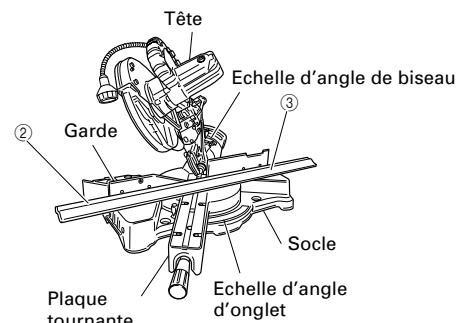
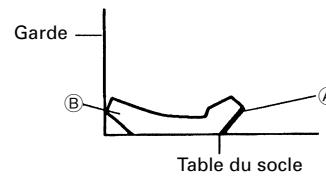

Fig. 37
Fig. 39
### (2) Réglage de coupe en corniche complexe aux positions ② et ③ de la Fig. 34 (voir Fig. 37 ; incliner la tête vers la gauche) :
- ① Tourner la plaque tournante vers la droite et régler l'angle d'onglet comme suit :
- ② Incliner la tête vers la gauche et régler l'angle de biseau comme suit :
- ③ Disposer la corniche complexe de façon que la surface supérieure (B) sur la Fig. 33 touche la garde comme indiqué à la Fig. 39.